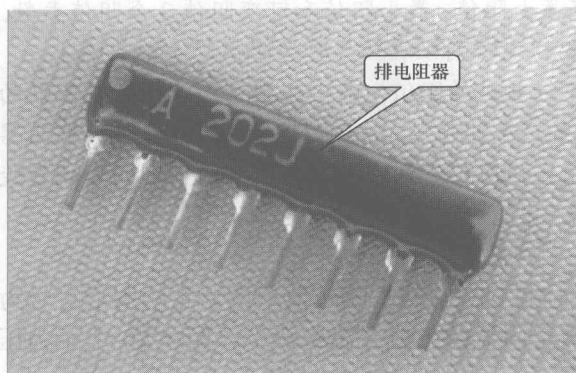

图 1-16 排电阻器
⑦ 排电阻器。排电阻器简称排阻，其实物外形如图 1-16 所示。这种电阻器是将多个分立的电阻器按照一定的规律排列集成为一个组合型电阻器，也称集成电阻器或电阻器网络。